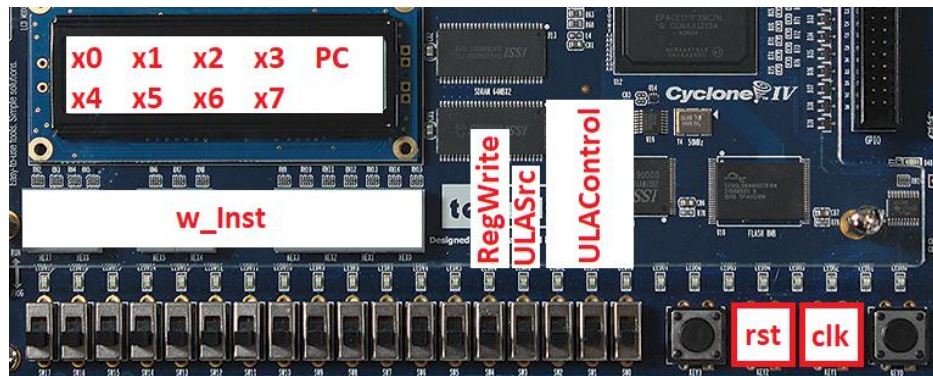

Figura 6 – Placa
- Faça uma pequena alteração no módulo RegisterFile. Crie 8 saídas auxiliares para visualizar externamente os valores de cada um dos registradores. Ao instanciar o módulo, faça as seguintes ligações: .x0(w\_d0x0), .x1(w\_d0x1), .x2(w\_d0x2), .x3(w\_d0x3), .x4(w\_d1x0), .x5(w\_d1x1), .x6(w\_d1x2), .x7(w\_d1x3). Nesse caso, o LCD deverá ficar conforme a Figura 6.